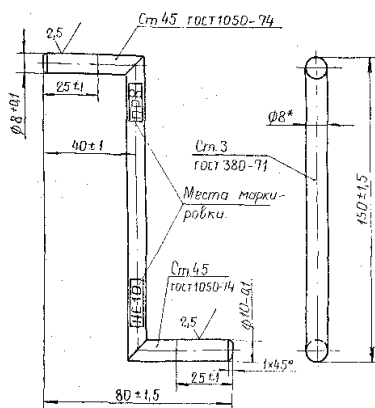

Рис. 9.4 Шаблон для проверки раствора основных контактов в момент касания дугогасительных контактов.
- исследовать раствор (провал) основных контактов в момент касания дугогасительных контактов (см. рис. 9.4);